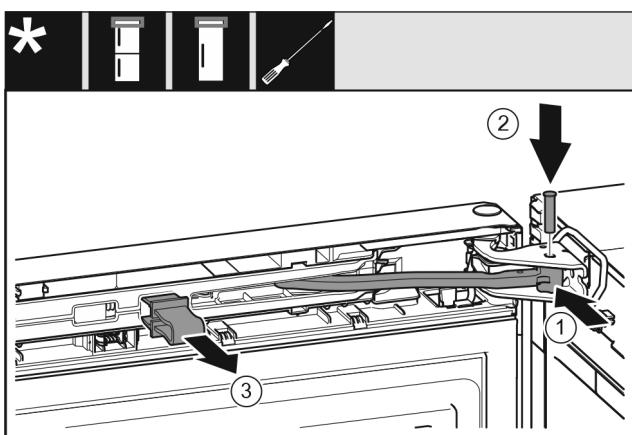

Fig. 48
- Gelenk in Lagerbock drehen. Fig. 48 (1)
- Bolzen in Lagerbock und Gelenk einsetzen. Dabei darauf achten, dass der Rastnocken korrekt in der Nut sitzt. Fig. 48 (2)
- Sicherung abnehmen. Fig. 48 (3)